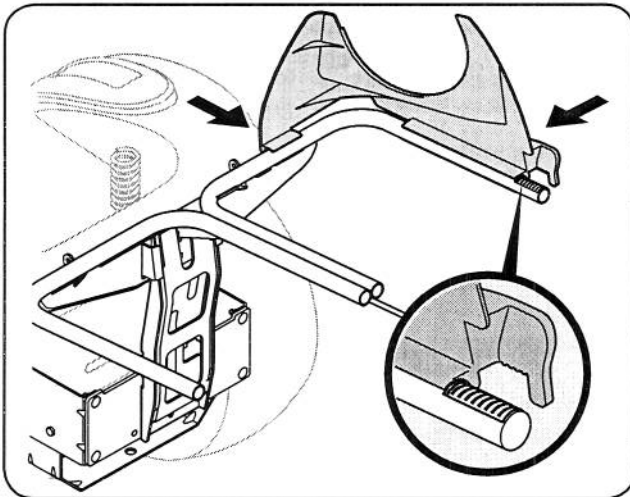

Figure 4-12
1. Insérez la goulotte de descente supérieure de plastique en place en enclenchant d'abord la partie latérale sur la rail de support du dispositif d'ensachage avec le bord du dispositif d'enclenchement aligné avec la ligne rouge, comme illustré à la figure 4-12.
2. Insérez la partie avant de la goulotte de descente au rail, comme illustré à la figure 4-12.